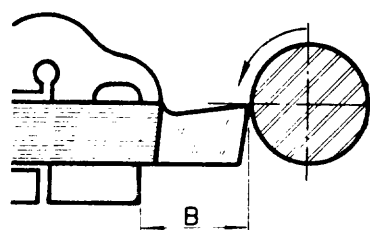

Fig. 2
- 1 La distancia B debe ser lo menor posible (fig. 2).
- 2 El filo de la herramienta debe estar a la altura del eje del torno (fig. 2).